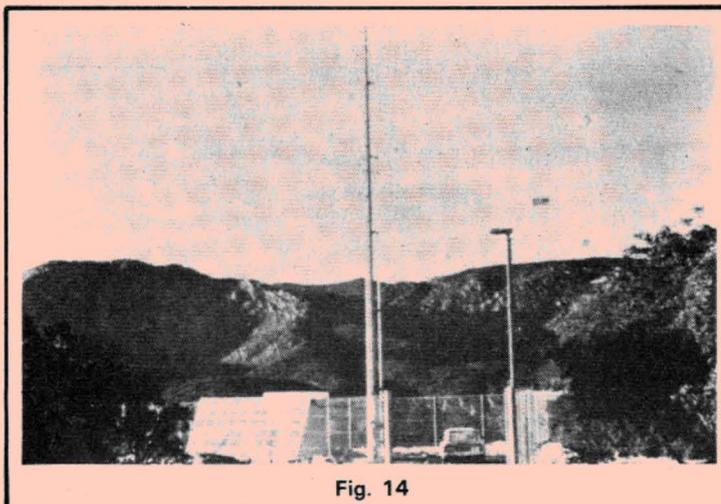

Fig. 14
- le réémetteur des trois chaînes de télévision situé à Saint-Guilhem près de Montpellier est alimenté par 60 modules BPX 47 A (600 W) (voir fig. 14);